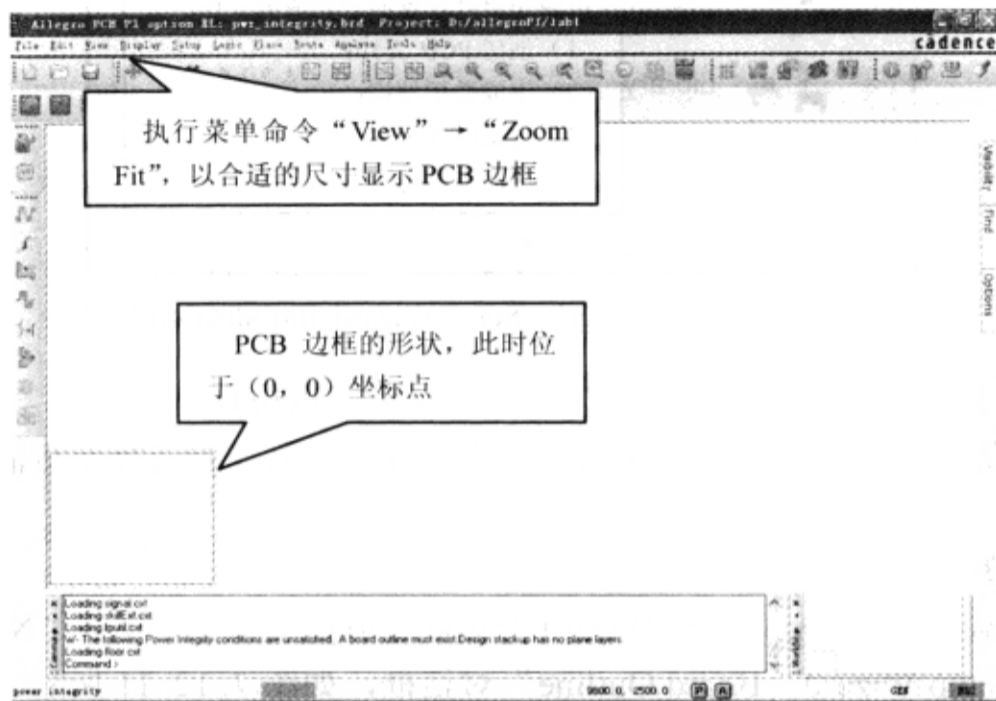

图 7-12-12 生成 PCB 边框
(2) 在“Power Integrity Setup Wizard-Board Outline”对话框的“Height”栏中输入“5 INCH”。
(3) 在“Width”栏中输入“6 INCH”。
(4) 单击“Create Board Outline”按钮。这时会在 Allegro PCB PI option XL 窗口中显示一个矩形 PCB，它被放置在了 (0,0) 坐标点，即 Allegro PCB PI option XL 窗口的左下角，如图 7-12-12 所示。